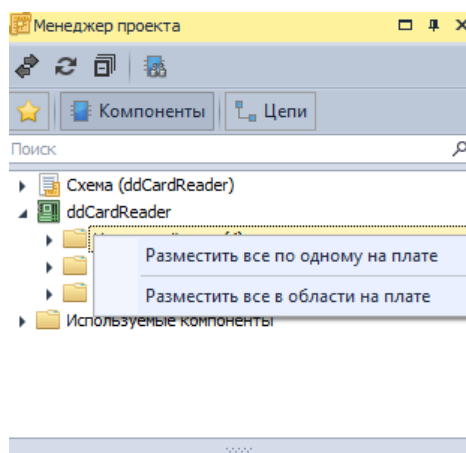

Рис. 83 Начало одиночного размещения
2. Вызвать контекстное меню и выбрать пункт «Разместить все по одному на плате», см. Рис. 83.